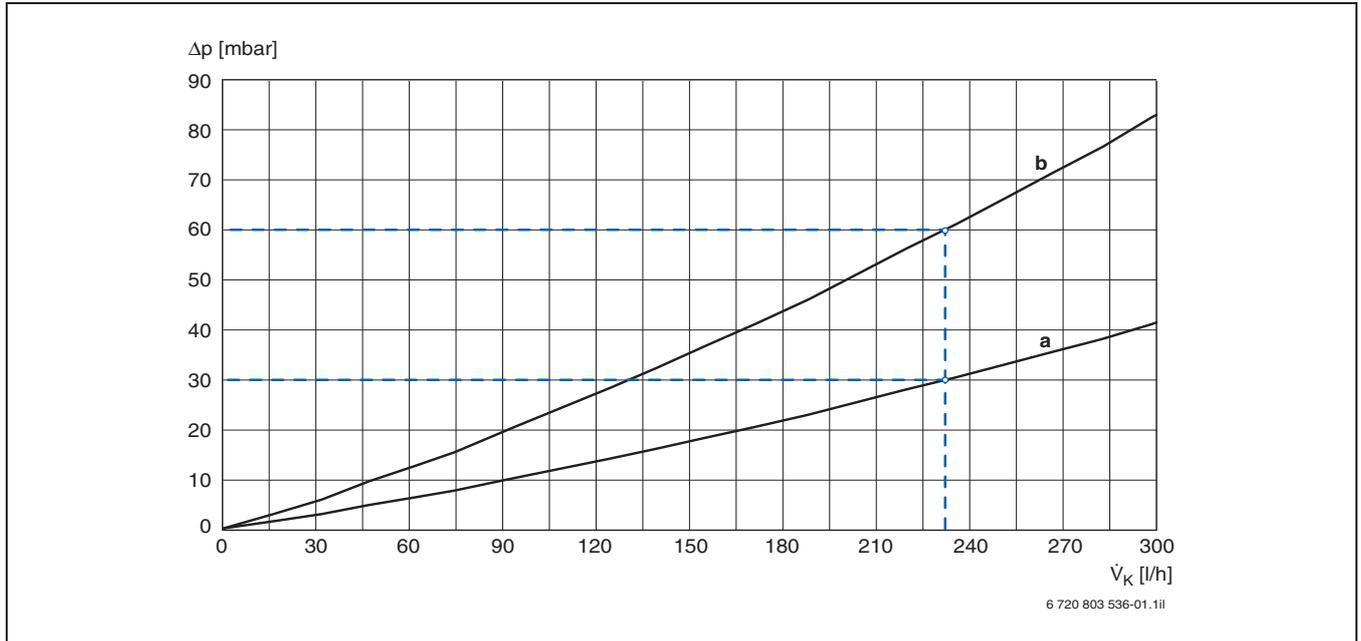

Fig. 132 Perdita di carico dei collettori a tubi sottovuoto Logasol SKR6, SKR12
- lettura dal diagramma nella fig. 132: